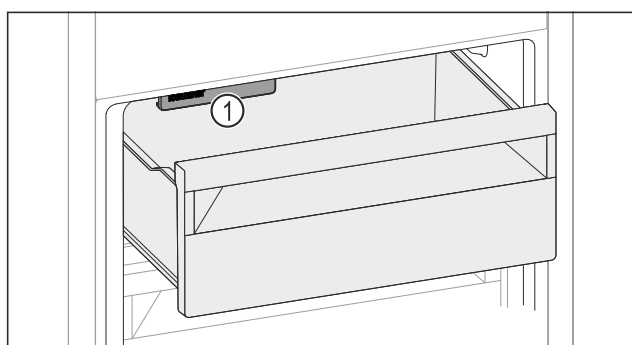

Fig. 65
- ▶ Tenere in considerazione l'IceMaker Fig. 65 (1).